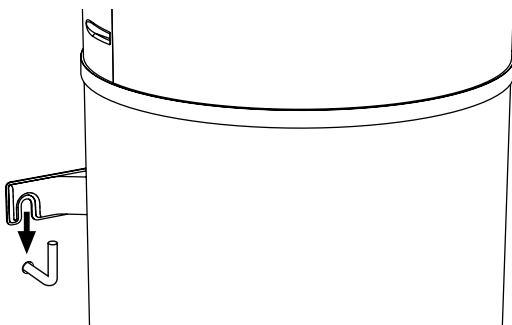

fig. 45 - Fixação à parede
- Enganchar a caldeira com o suporte de fixação apropriado (fig. 45).